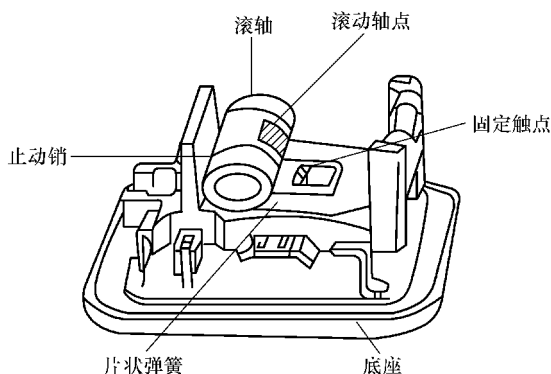

图 7-14 滚轴式碰撞传感器的结构
(1) 结构 滚轴式碰撞传感器主要由止动销、滚轴、滚动触点、固定触点、底座和片状弹簧组成，其结构如图 7-14 所示。片状弹簧一端固定在底座上，与传感器的一个引线端子连接，另一端绕在滚轴上，滚动触点固定在滚轴部分的片状弹簧上，并可随滚轴一起转动。固定触点与片状弹簧绝缘固定在底座上，并与传感器的另一个引线端子连接。